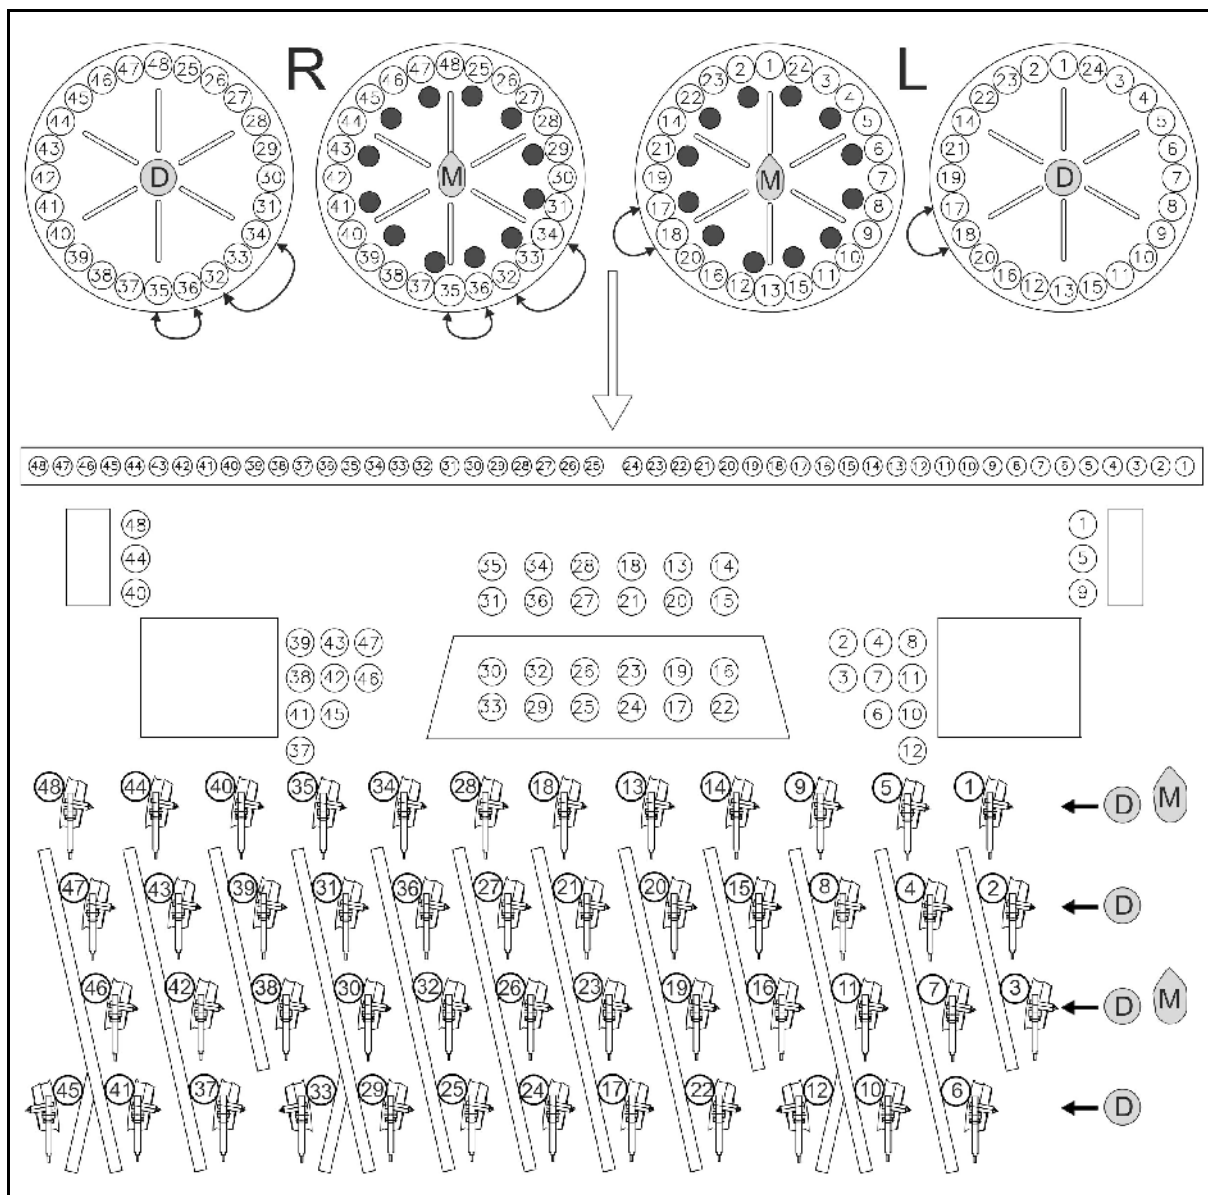

Рис. 39
- Кукуруза **M**: установите заглушки согласно Рис. 39.